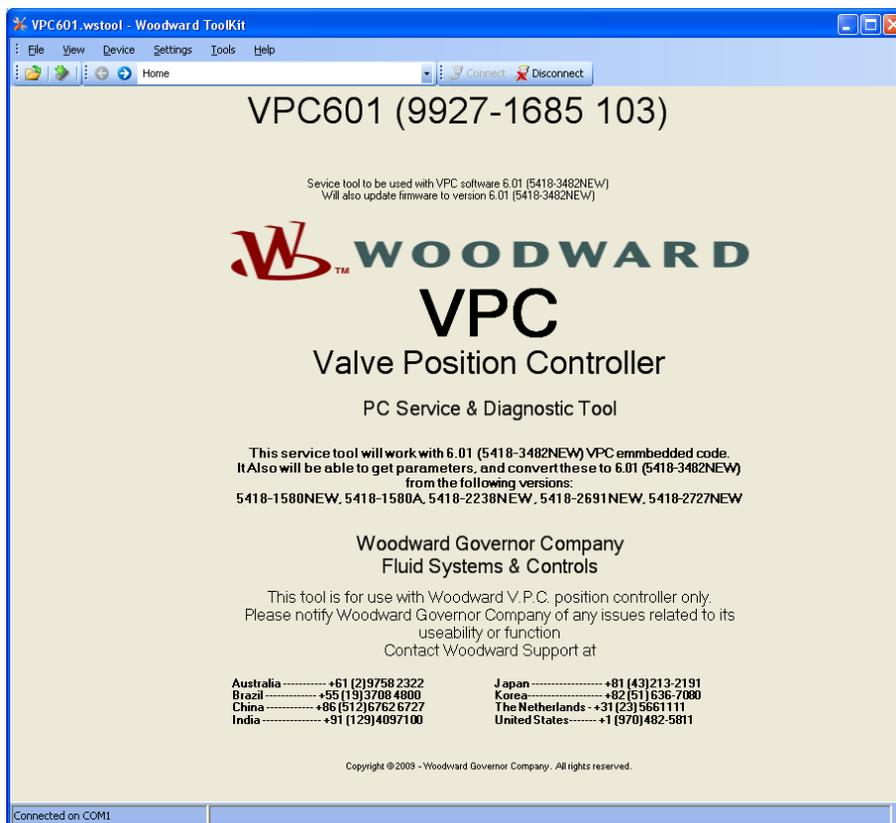

図 4-1 VPC タイトルページ
VPCタイトルページはPC上でサービスツールを立ち上げたときに表示されます。VPCサービスツールのタイトルページには、サービスツール及び、このサービスツールを使って制御及び監視できるファームウェアの重要なバージョン情報が載っています。また支援が必要なときのWoodward技術サポートへの連絡先も載っています。(図 4-1)
- Home**—サービスツール及びそれがサポートするソフトウェアを表示 (図 4-1).